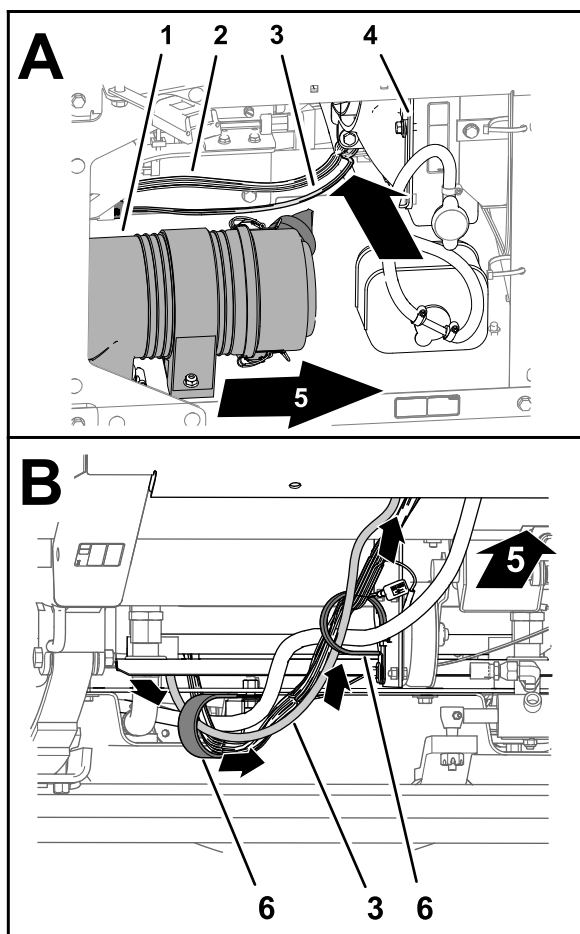

Figura 148
1. En el lado derecho del compartimento del motor, pase la rama de 226 cm (89") del arnés de datos del monitor de fumigación por delante del filtro de aire del motor y hacia abajo, hacia la esquina inferior derecha del radiador (Figura 148).
2. Enrute la rama de 226 cm (89") del arnés de datos hacia adelante y a través de las 2 abrazaderas en R de la parte inferior de la máquina (Figura 148).